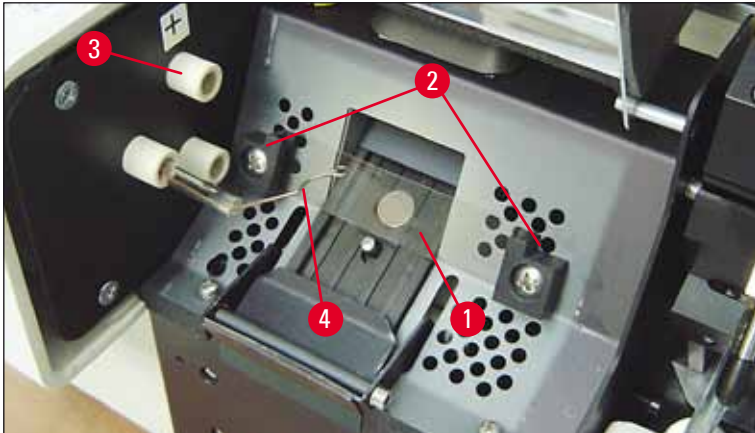

Fig. 20
5. Kontrollera att kontaktfjädersnåren (→ "Fig. 19-2") lossar från lampans tändtråd (→ "Fig. 20-4") (Se även (→ "Fig. 20") och (→ "Fig. 21-1")).